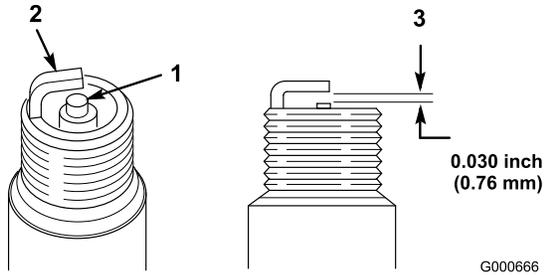

Bild 29
1. Sehen Sie sich die Mitte der Zündkerze an (Bild 29). Wenn der Kerzenstein hellbraun oder grau ist, ist
2. Prüfen Sie den Abstand zwischen der mittleren und der seitlichen Elektrode (Bild 29) und biegen Sie die seitliche Elektrode, wenn der Abstand falsch ist.